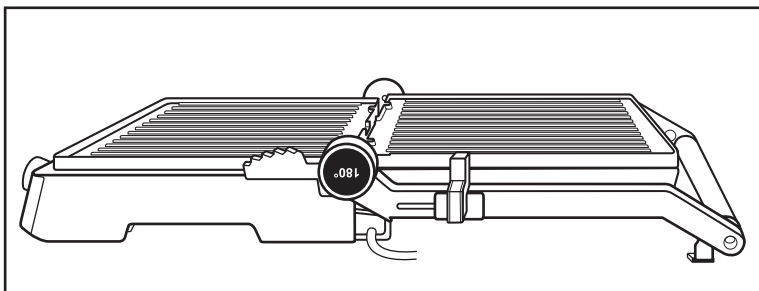

Abb. 2
- 5) Die Heizplatten **11** liegen nun nebeneinander und können als Tischgrill genutzt werden (Abb. 2).